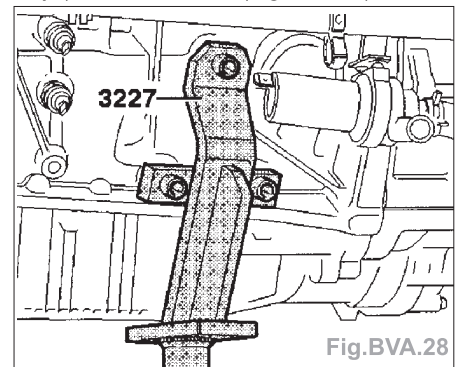

Fig.BVA.28
- Visser le support-moteur (outil **3227** pour moteur 5 cyl. et outil **3230** pour moteur 4 cyl.) au bloc-moteur (Fig.BVA.28).